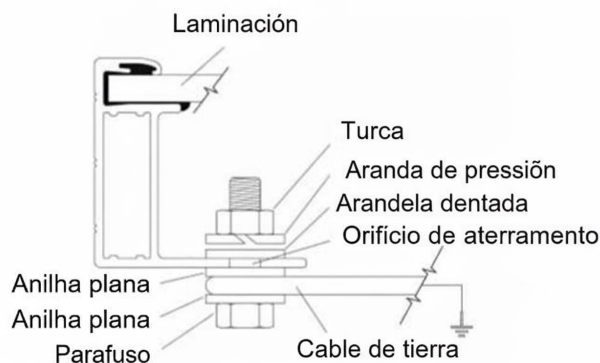
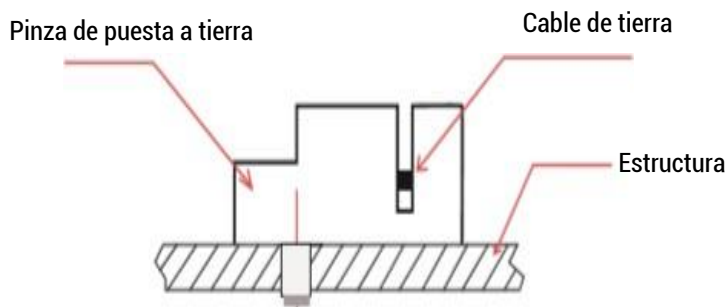

Figura 1
Figura 2
- Utilice tornillos y arandelas M4 para conectar el cable de tierra a la estructura de aluminio a través de los orificios de puesta a tierra (como se ilustra en la Figura 1). El par de apriete debe ser de 3-7 N·m. Todas las tuercas y arandelas deben ser de acero inoxidable.
- Como se muestra en la **Figura 2**, el conjunto de la pinza de puesta a tierra está compuesto por un deslizante, una base y un tornillo autorroscante autocaptante o un tornillo 8-32 con una tuerca hexagonal. La pinza de puesta a tierra puede recibir cables de cobre sólidos no aislados de tamaño 10 o 12 AWG.
Figura 1 O-A Cuatro orificios exteriores, canales de montaje paralelos a la estructura larga	Figura 2 O-B Cuatro orificios exteriores, canales de montaje transversales a la estructura larga